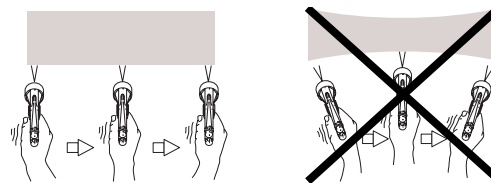

FIG. 4
- Mantenga la pistola perpendicular a la superficie y a una distancia uniforme de aproximadamente 150-200 mm (6-8 pulgadas). No incline la pistola mientras pulveriza. FIG. 4.